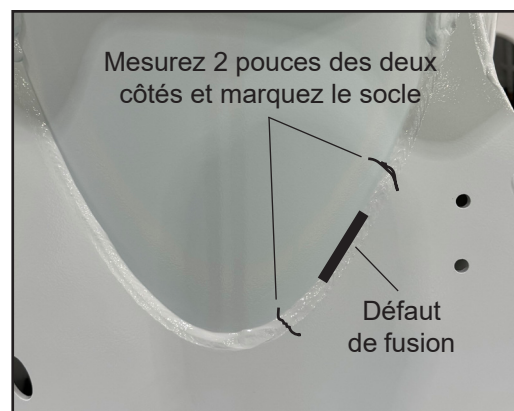

Figure 3 — Exemple de défaut de fusion de marquage
7. Si la magnétoscopie indique un défaut de fusion à l'un ou l'autre des pieds du cordon de soudure, utilisez un marqueur permanent pour marquer la zone plus 2 pouces de chaque côté comme indiqué à la Figure 3.